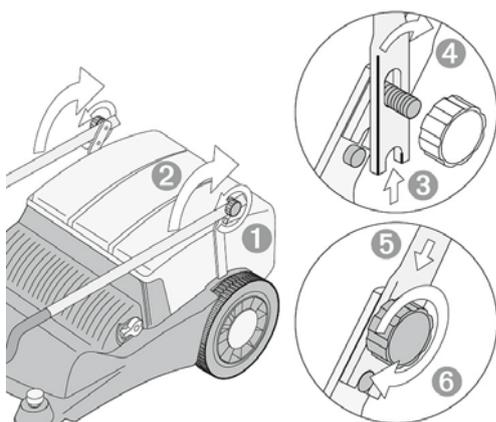

Abb. 3: Montage des Schubbügels
Schritt 3: Stecken Sie die Schubbügelhalterungen (Abb.3) in den jeweiligen Aufnahmeschlitz und schrauben Sie sie mit Hilfe der Schrauben (Abb.3) fest.